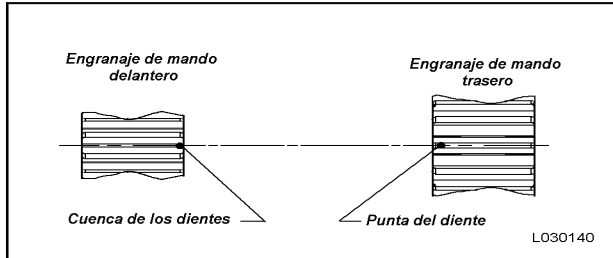

FIGURA 3-16. SINCRONIZACIÓN DEL ENGRANAJE DE LA BOMBA
NOTA: Para asegurar que la bomba de engranaje esté programada correctamente durante el rearmado, ponga una marca extra en el extremo del eje de salida, para indicar la ubicación del valle entre cualquier par de dientes de engranaje. Consulte la Figura 3-16 que ilustra la programación del engranaje.
20. Instale el engranaje de mando trasero (1) y el engranaje intermedio (13). El engranaje de mando trasero debe estar sincronizado con el engranaje de mando delantero. Esto se logra mediante la alineación de un diente en el engranaje de mando trasero con el valle de dos dientes en el engranaje de mando delantero como se muestra en la figura 3-16.